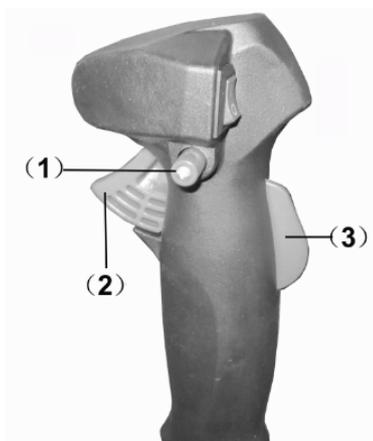

Fig.13
- 4) Appuyez sur la commande de sécurité (3), appuyez sur la commande d'accélérateur (2) et maintenez-la dans cette position avec le verrou d'accélérateur (1), puis relâchez la commande de sécurité (3). (Fig.13)